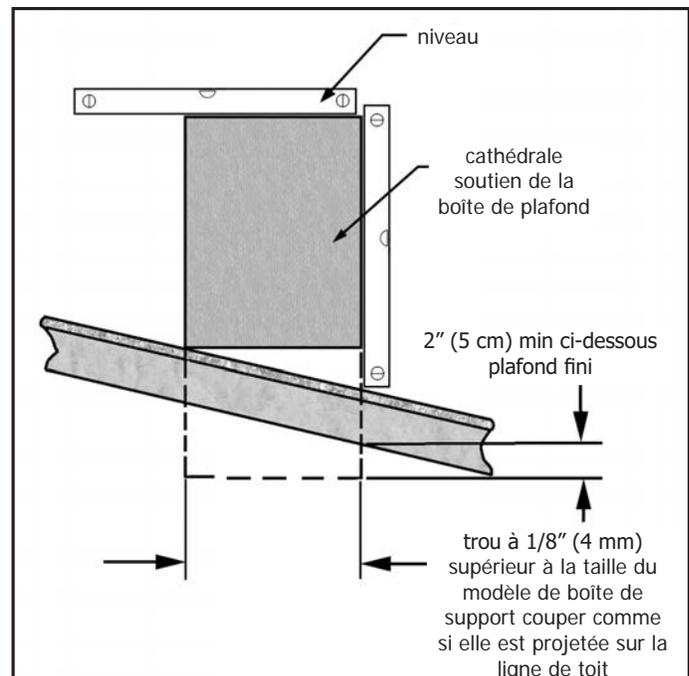

Figure 34: Mise à niveau de la boîte de support du plafond cathédrale.
4. Abaissez la «boîte de support» à travers le trou dans le toit jusqu'à ce que le bas de la «boîte de support» dépasse d'au moins 2 pouces (5 cm) sous le plafond. Alignez la «boîte de support» à la fois verticalement et horizontalement avec un niveau, comme illustré à la Figure 34. Fixez temporairement la «boîte de support» à l'endroit à travers les murs intérieurs et dans le revêtement du toit.